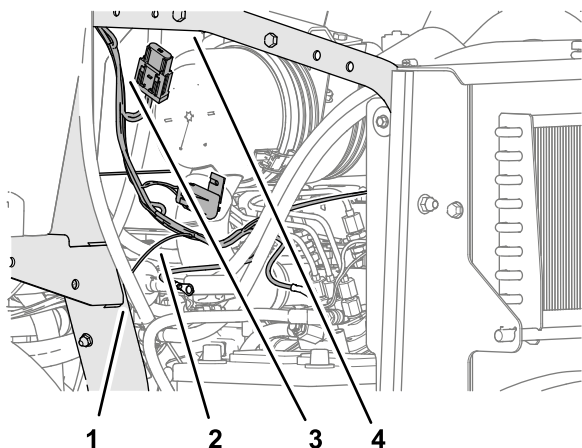

Figure 7
- Sur le côté gauche de la machine, acheminez la branche du faisceau dotée du connecteur à languette vers l'avant du moteur et le tube inférieur de l'arceau de sécurité (Figure 7).
3. Acheminez la branche du faisceau dotée du connecteur à 2 broches, du connecteur à 1 broche et du connecteur à 8 douilles le long du tube inférieur de l'arceau de sécurité et faites-le monter vers le tube de support (Figure 7).